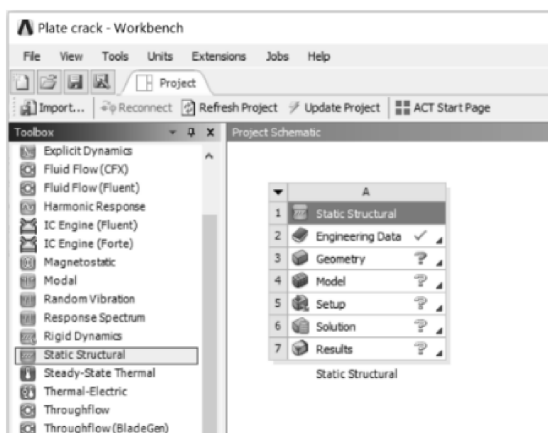

图 8-17 创建接触粘结界面失效分析
(1) 在工具箱【Toolbox】的【Analysis Systems】中双击或拖动结构静力分析【Static Structural】到项目分析流程图，如图 8-17 所示。